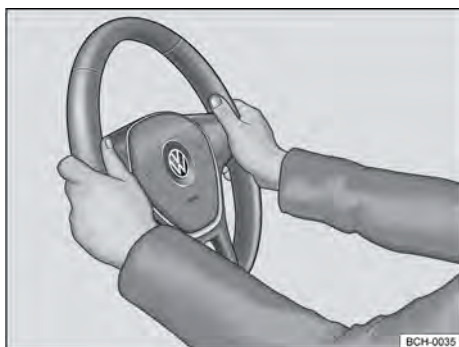

Fig. 66 No volante: posição 9 e 3 horas.
- Ajustar a posição do volante de forma que possa segurá-lo lateralmente pela borda externa nas posições de 9h e 3h → Fig. 66 com ambas as mãos e os braços ligeiramente dobrados.
- Empurrar a alavanca ① sempre pelo manipulador com firmeza para cima após o ajuste, para travar a posição do volante.
- Durante a condução, sempre segurar o volante com ambas as mãos lateralmente na borda externa nas posições de 9h e 3h → Fig. 66, para reduzir ferimentos causados por um acionamento do airbag frontal do condutor.